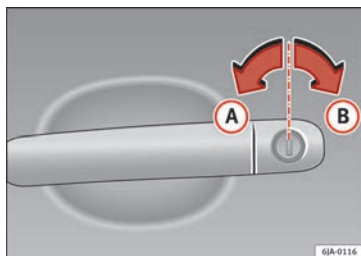

Fig. 119 Positions de la clé pendant le verrouillage et le déverrouillage du véhicule.
- Tournez la clé dans le barillet, côté conducteur, dans le sens de la marche jusqu'à sa position d'ouverture **A** » **fig. 119**.
- Tournez la clé dans le barillet, côté conducteur, dans le sens contraire de la marche jusqu'à sa position de fermeture **B** » **fig. 119**.